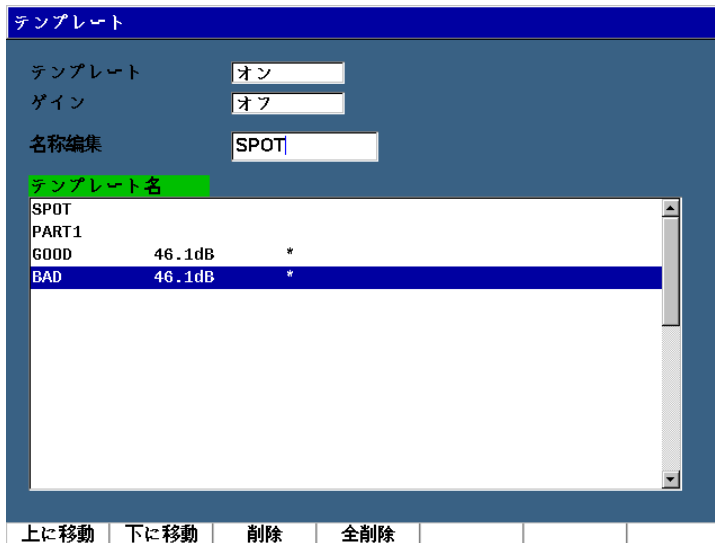

図 11-51 テンプレート設定ページ
1. **テンプレート > 設定**を選択し、**テンプレート設定ページ**を表示します（300ページの図 11-51 参照）。